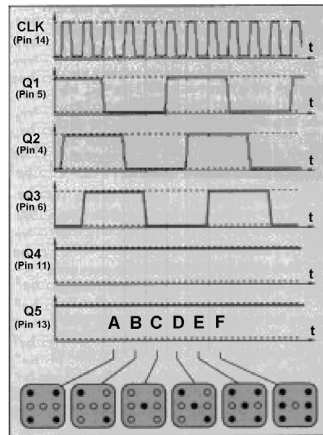

Fig. 2
Pour créer 6 états différents (comme sur un dé), nous nécessitons ici une division par 6. L'usage d'un compteur qui passe son temps à compter de 1 à 6 est ici inutile ; il suffit de créer 6 états de sortie différents qui serviront à commander l'affichage. Imaginons donc un diviseur par 6 : il s'obtient en reliant l'entrée de données Pin 1 avec Q3. Un signal cadencé amené au Pin 14 donnerait alors le motif indiqué sur la figure 2 : Sur Q1...Q3, il y a 6 états différents nommés A, B, C, D, E et F. Pour cette procédure, Q4 et Q5 ne sont pas utilisés.
Résultat : 1 : Seule la LD4 est active (état C, fig.2). **Résultat : 2 :** LD1&7 actives (B). **Résultat : 3 :** LD4+LD1&7 actives (D). **Résultat : 4 :** 2 paires LD1&7 + LD3&5 actives (A). **Résultat : 5 :** LD4 vient s'ajouter aux 2 paires précédentes (E). **Résultat : 6 :** Activation des 3 paires : LD1&7 + LD3&5 + LD2&6 (F).
- La diagonale LD1&7 doit apparaître lorsque Q1 ou Q3 (ou les deux) sont sur HIGH. Les deux sorties sont donc reliées par D1 et D2 à l'aide d'un branchement OU (OR). La paire de LED est branchée sur la masse.